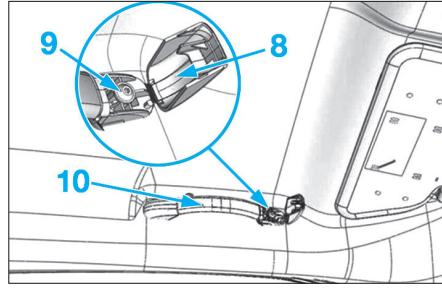

Fig. 97
- De chaque côté, déclipper le cache (8) puis la vis (9) de la poignée (10) (Fig.97).